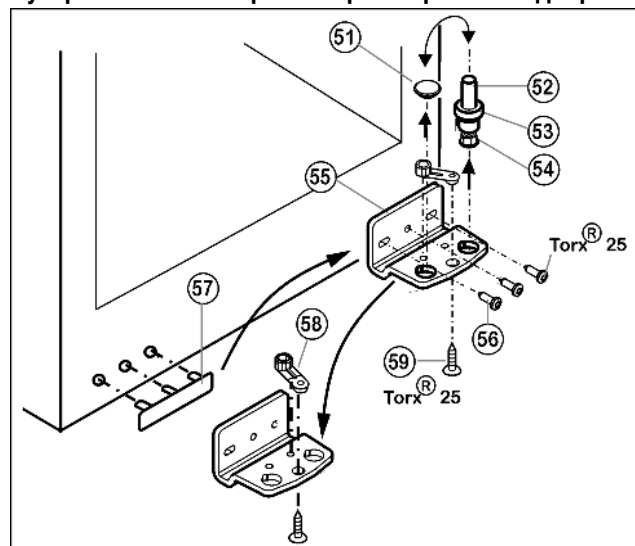

Fig. 14
- ▶ Извлеките опорный винт Fig. 14 (52) в комплекте с шайбой Fig. 14 (53) и регулируемой опорой Fig. 14 (54), вытягивая его вверх.
- ▶ Снимите пробку Fig. 14 (51).
- ▶ Открутите Fig. 14 (56) опорный кронштейн Fig. 14 (55).
- ▶ Открутите Fig. 14 (59) опорную деталь Fig. 14 (58) и, переставив в отверстие на противоположной стороне опорного кронштейна, снова прикрутите.
- ▶ Осторожно снимите и переставьте на противоположную сторону крышку со стороны ручки Fig. 14 (57).
- ▶ Снова прикрутите опорный кронштейн Fig. 14 (55) на новой стороне шарнира (с моментом 4 Нм). При необходимости используйте аккумуляторный шуруповерт.
- ▶ Переставьте пробку Fig. 14 (51) в свободное отверстие.
- ▶ Вновь установите опорный винт Fig. 14 (52) в комплекте с шайбой и регулируемой опорой. При этом фиксатор должен быть направлен назад.